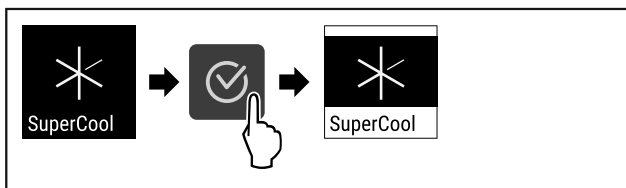

Fig. 72
- ▶ Hajtsa végre a művelet lépéseit (lásd Fig. 72).